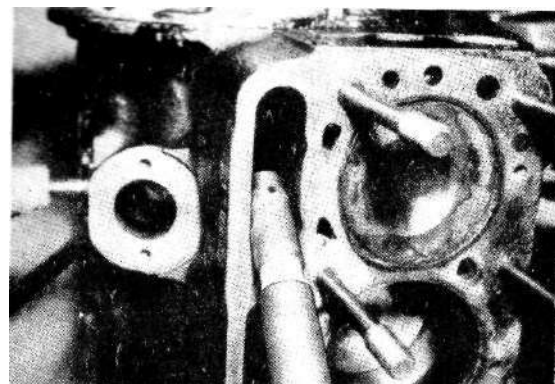

Bild 4-59
- 3k Stößelkappen herausheben. (Bild 4-59)